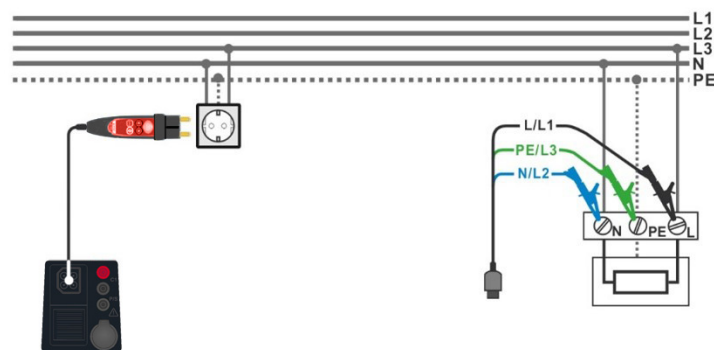

Abbildung 4.67: Anschluss des Commander-Prüfsteckers und der 3-Leiter-Prüfleitung
- › Schließen Sie die 3-Leiter-Prüfleitung oder den Commander Prüfstecker am Prüfobjekt an, siehe **Abbildung 4.67**.